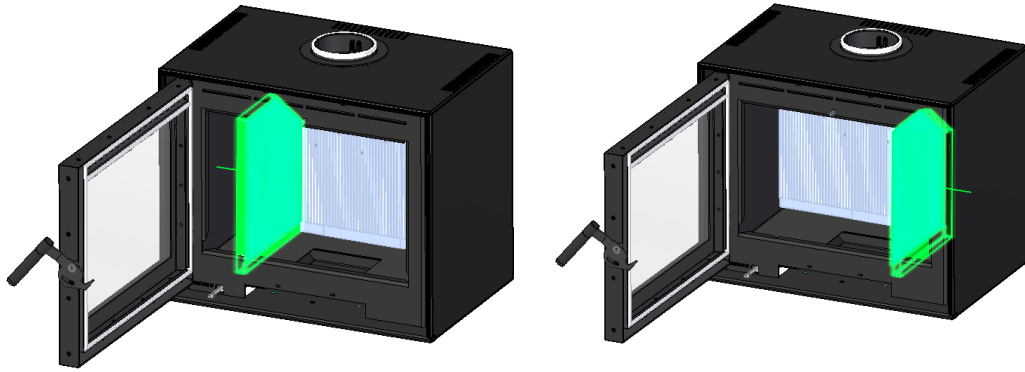

Figure 16 – Retrait des côtés thermottes de l'équipement
4. Retirez les 2 pièces sur les côtés, en les déplaçant vers le centre de la machine, puis vers l'extérieur de la machine, voir Figure 16.